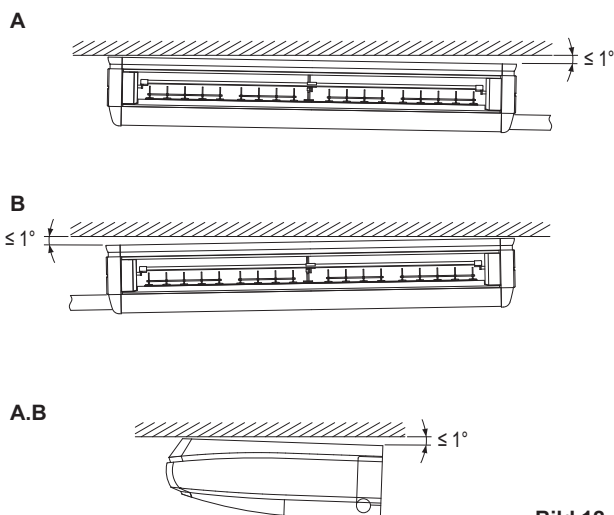

Bild 12
- (5) Vid upphängning av inomhusenheten ska du installera den vågrätt (använd vattenpass) för bättre dränering. Om möjligt på installationsplatsen ska du också installera så att sidan med dräneringsröret hänger lite lägre. (Se bild 12)